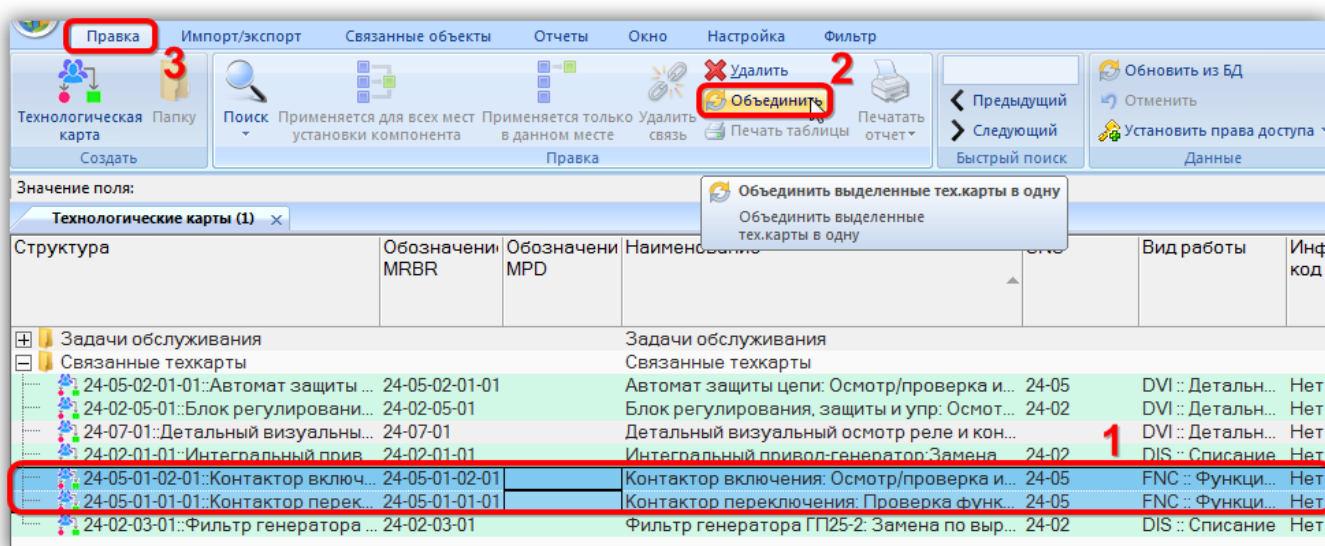

Рис. 12-40 – Объединение нескольких ТК в одну
- 2) Выбрать две или более ТК, которые необходимо объединить в одну (1 на рис. 12-40) и нажать кнопку «Объединить» (2 на рис. 12-40) на вкладке «Правка» (3 на рис. 12-40).